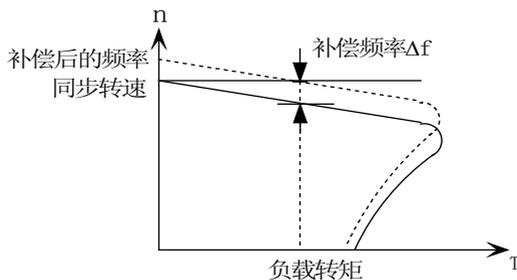

图 5-9-4 自动转差补偿
- ◆ 电机负载转矩的变化将影响电机运行转差, 导致电机速度变化。通过转差补偿, 根据电机负载转矩自动调整变频器输出频率, 以提高电机机械特性的硬度, 如图5-9-4所示。